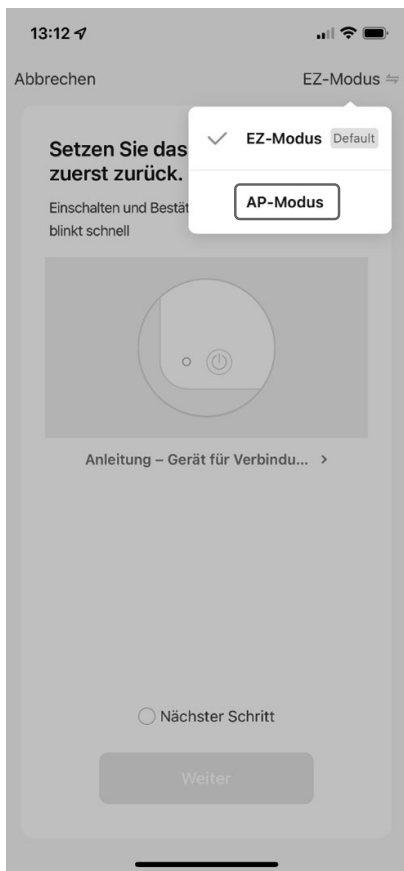

Abb. 5
- Wählen Sie im Auswahlfenster den AP-MODUS aus (**s. Abb. 5**).